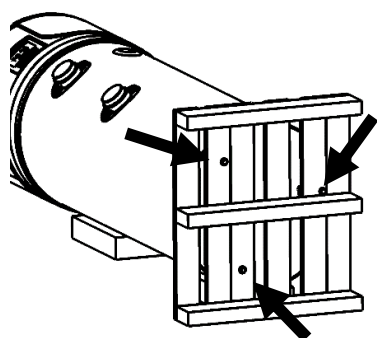

Fig. 2b;
- Desaparafuse os três parafusos que prendem a bomba de calor à palete Fig. 2b;